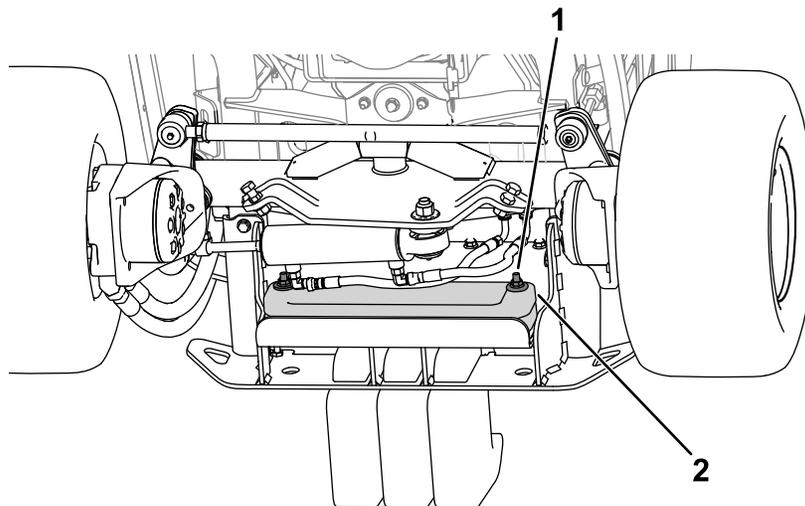

図 20
2. 新しい金具を使ってウェイトをバンパーに固定する 図 20。